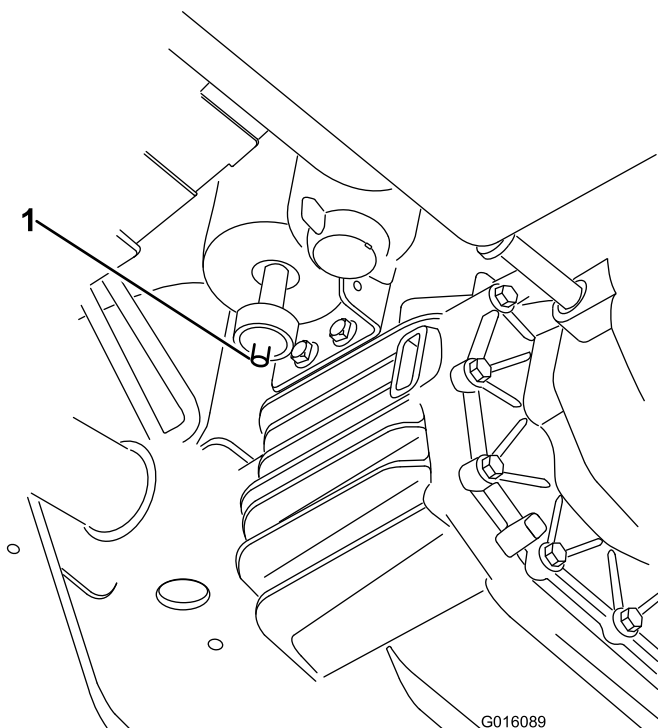

Figura 40
1. Posizionate il filtro dell'aria nella parte inferiore del canister a carboni attivi (Figura 40).